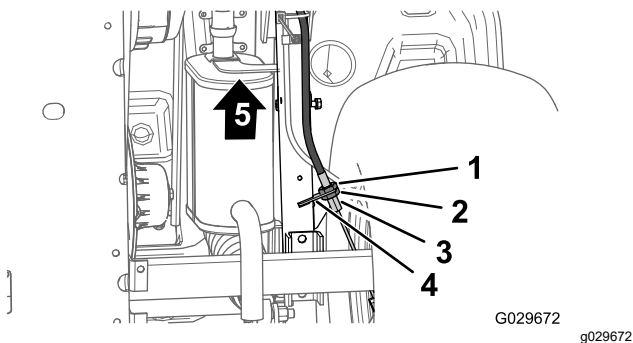

Figure 66
3. Au bas de la machine, desserrez de 4 tours l'écrou de blocage arrière du régleur fileté sur le câble de frein de stationnement (Figure 66).
- A. Desserrez d'un tour l'écrou de blocage arrière (Figure 66) du régleur fileté du câble de frein de stationnement.
- B. Resserrez l'écrou de blocage avant (Figure 66).
4. Resserrez l'écrou de blocage avant (Figure 66).
- A. Desserrez d'un tour l'écrou de blocage avant (Figure 66) du régleur fileté du câble de frein de stationnement.
- B. Resserrez l'écrou de blocage arrière (Figure 66).